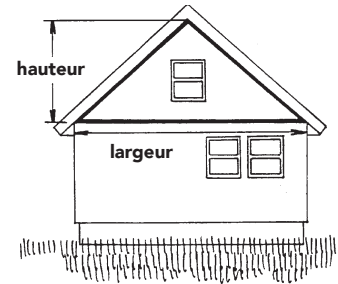

Figure 10. Aire du pignon
- Multiplier ces mesures. Les fenêtres et les portes font en général partie de ces mesures, afin de tenir compte des pertes. On pourra retrancher des mesures si les fenêtres ou les portes sont très grandes (comme des portes de garage ou des portes coulissantes vitrées). Voir les Figures 10–12.